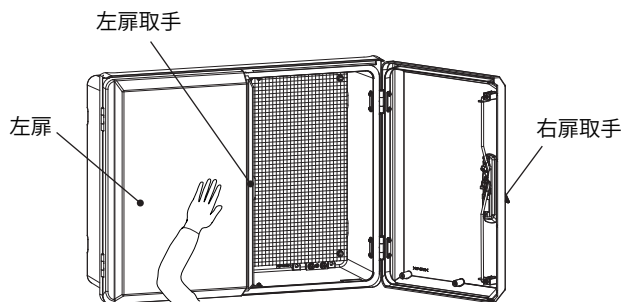

図 4
- ・ 両扉製品は左扉をしっかり押さえた状態で開閉してください。風などにより左扉が急に開き、破損、脱落、けがの原因となります。(図 4)